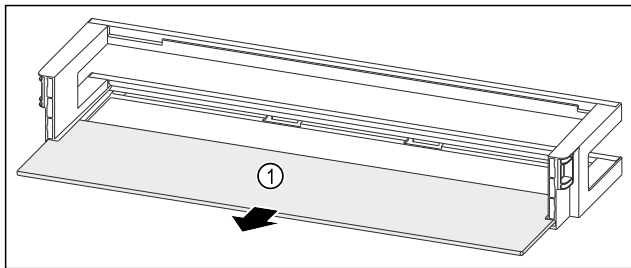

Fig. 191 Rafti i derës me raft mbajtës
- Hiqni raftin mbajtës Fig. 191 (1).